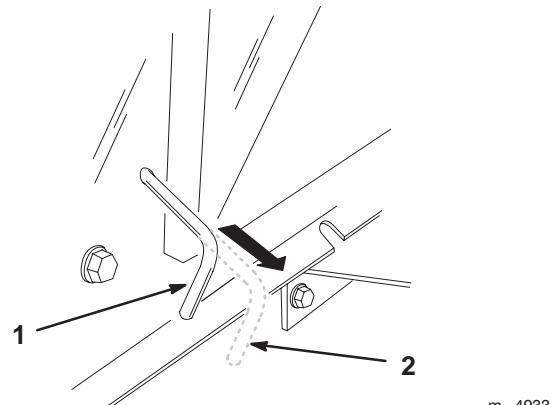

Bild 14
- Ziehen Sie den Antriebshebel, der sich hinten an der Maschine befindet, in die Schieben-Stellung. Lösen Sie die Feststellbremse. Dadurch wird der Antrieb ausgekuppelt, und die Räder befinden sich im Freilauf (Bild 14).
- Stellen Sie die Feststellbremse fest. Stellen Sie den Antriebshebel in die Einsatz-Stellung. Dadurch wird der Antrieb eingekuppelt (Bild 14).